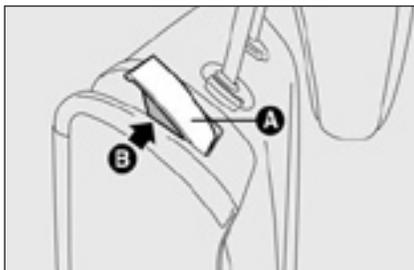

рис. 3
**ВАЖНО** Правильное закрепление спинок гарантировано когда «красная лента» **В** – рис. 3 **В** со стороны от рычагов **А** – рис. 3 больше не видна. «Красная лента» фактически указывает на то, что спинка установлена неправильно. Во время установки спинки в положение для поездки, всегда удостоверьтесь в том, что она правильно закреплена, по звуку защелкивающегося замка.